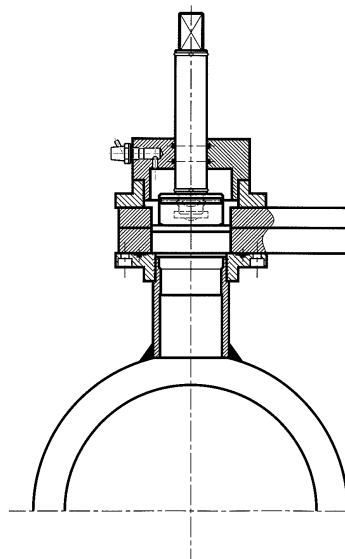

Figura 12
- Montar el Útil de insertar tapón (con el tapón) en la tajadera. Ver *Figura 12*.